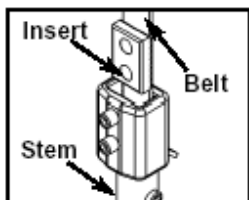
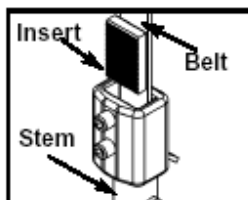

Figura 1A
Figura 1B
**D.** Verifique se a correia e a inserção estão instaladas corretamente, como mostrado na figura 1A. **NOTA:** Não instale a inserção para trás como mostrado na figura 1B.